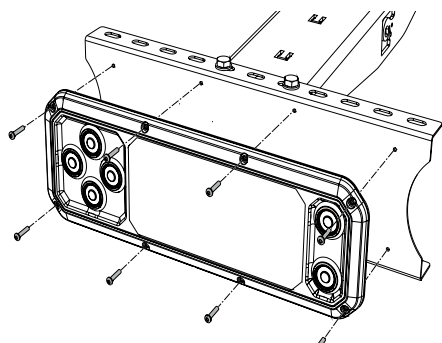

Bild 47. Montering av manöverpanel CD 20
3. Montera manöverdonet på fästplåten, se Bild 47.